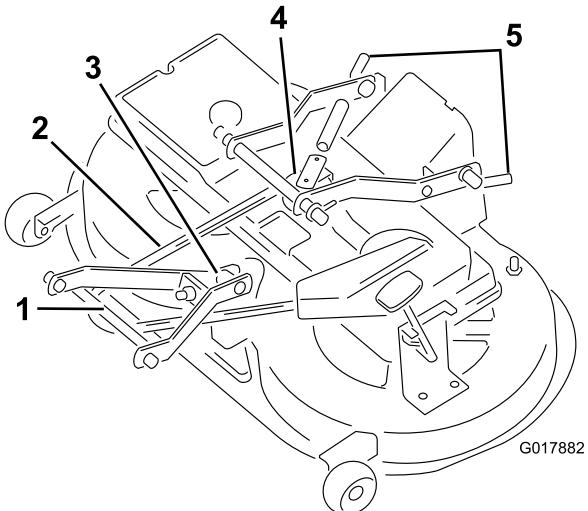

Bild 43
9. Ziehen Sie den Spannarm nach innen und nehmen Sie den Keilriemen von der Riemscheibe (Bild 43).
11. Entfernen Sie den Stift zwischen dem Frontarmlenker und dem Mähwerkgehäuse (Bild 43).
12. Entfernen Sie den Keilriemen von der Motorscheibe (Bild 43).